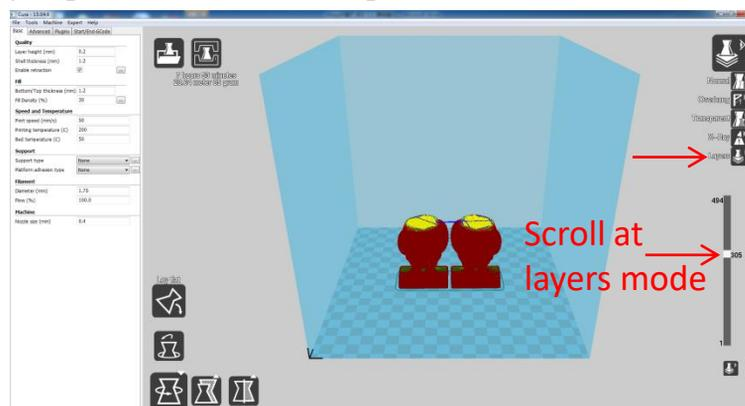

Abbildung 23
(6) Ansichtsmodus (Abb. 23): um das Modell auf verschiedene Weise zu betrachten und hilft, Probleme vor dem Druck zu erkennen. Zum Beispiel "Ebenen"-Modus: zur Ansicht des Werkzeugweges des Druckkopfes, um zu prüfen, ob es übersprungene Ebenen oder Lücken gibt.